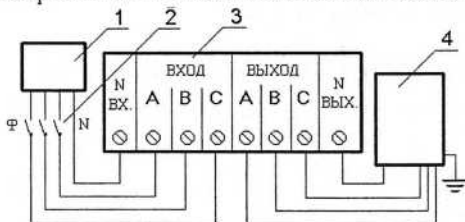

Рис.2. Схема соединений.
4.2. ПУЭН по Рис.1В и Рис.1С состоит из основания и съемной крышки. Для установки необходимо отвинтить винты -8 и снять крышку. Затем закрепить основание корпуса шурупами к стене через отверстия. Подключить клеммную колодку по схеме Рис.2 и закрыть крышку.
5.2. Присоединить к входным контактам клеммной колодки -3 провода от силового щитка -1 с автоматом защиты -2, а к выходным контактам провода от нагревателя -4 в соответствии со схемой соединений (Рис.2).